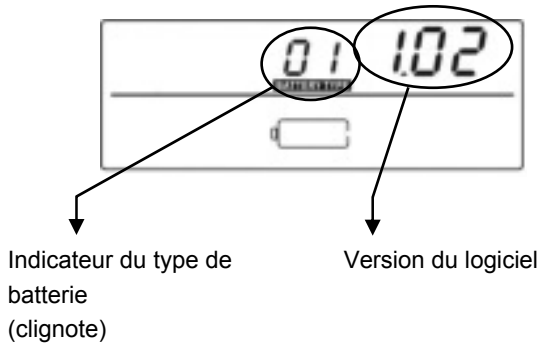

Figure 15 : version du logiciel
- La version du logiciel installé s'affiche en haut à droite (figure 15)